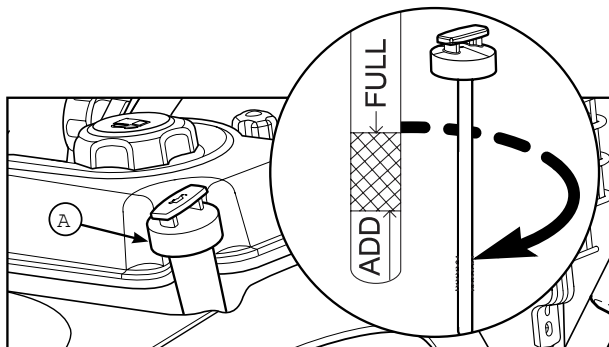

Рис. 3
2. Выньте крышку маслоналивной горловины/ масляной щуп (А, рис. 3) и вытрите ее/его чистой тряпкой.